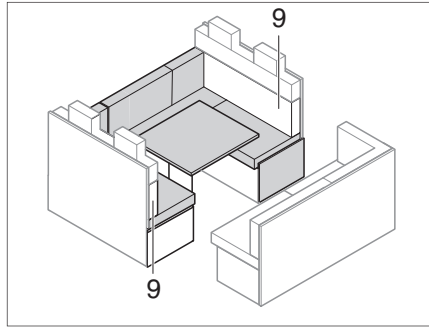

Bild 206 Vor dem Umbau
- Rückenpolster (Bild 206,9) entfernen und zur Seite legen.